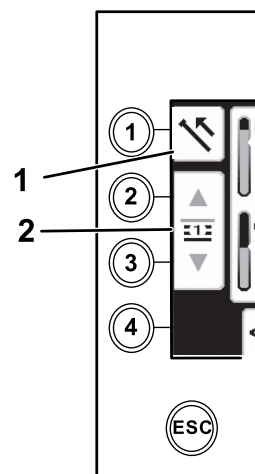

Figura 7
1. Pressione o botão 1 para selecionar a opção de recuo do hasteamento (Figura 7).
2. Pressione os botões 2 e 3 para selecionar a fileira na qual a haste deve ser inserida (Figura 7).